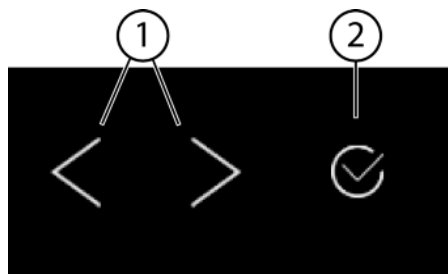
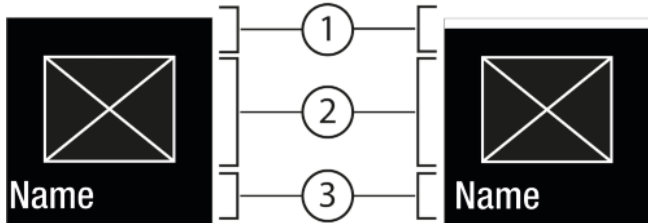
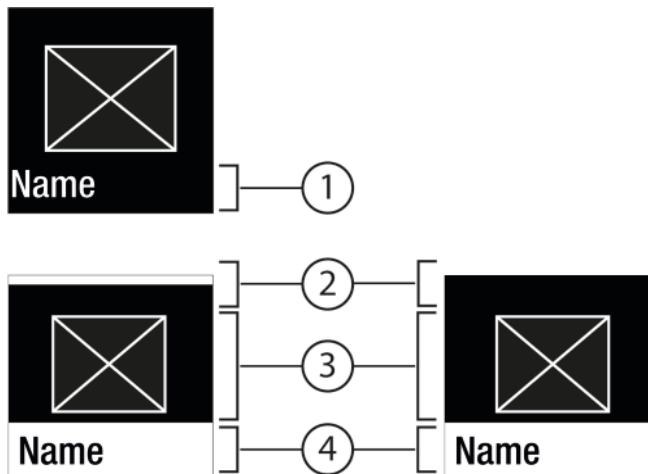

Fig. 5
Fig. 6
Fig. 7
(1) Navigationspfeil links / rechts (2) Bestätigen
#### Navigationspfeil links / rechts Fig. 5 (1):
#### Bestätigen Fig. 5 (2):
- Mit Navigationspfeil links / rechts Fig. 5 (1) navigieren.
- Mit Bestätigen Fig. 5 (2) die Funktion / Einstellung aktivieren Fig. 6 (1) / deaktivieren Fig. 6 (1).
- Mit Bestätigen Fig. 5 (2) das Untermenü Fig. 7 (4) aufrufen.
- Neuen Wert einstellen: Mit Bestätigen Fig. 5 (2) einen deaktivierten Wert Fig. 6 (1) auswählen.
- Zurück ins Menü: Mit Bestätigen Fig. 5 (2) den bereits aktivierten Wert Fig. 6 (2) auswählen.
- ▶ Navigationspfeile Fig. 5 (1) so oft drücken bis Funktion angezeigt wird.
- ▶ Bestätigen Fig. 5 (2) drücken.
- ▶ Navigationspfeile Fig. 5 (1) so oft drücken bis die Funktion angezeigt wird.
- ▶ Mit Navigationspfeile Fig. 5 (1) Einstellung-Wert wählen.
- ▷ Status: aktiviert Fig. 6 (1) erscheint kurz im Untermenü Fig. 7 (4).
- ▶ Navigationspfeile *Fig. 5 (1)* so oft drücken bis Einstellungen  angezeigt wird.
- ▶ Bestätigen *Fig. 5 (2)* drücken.
- ▶ Navigationspfeile *Fig. 5 (1)* so oft drücken bis die gewünschte Einstellung angezeigt wird.
- ▶ Bestätigen *Fig. 5 (2)* 3 Sekunden lang drücken.